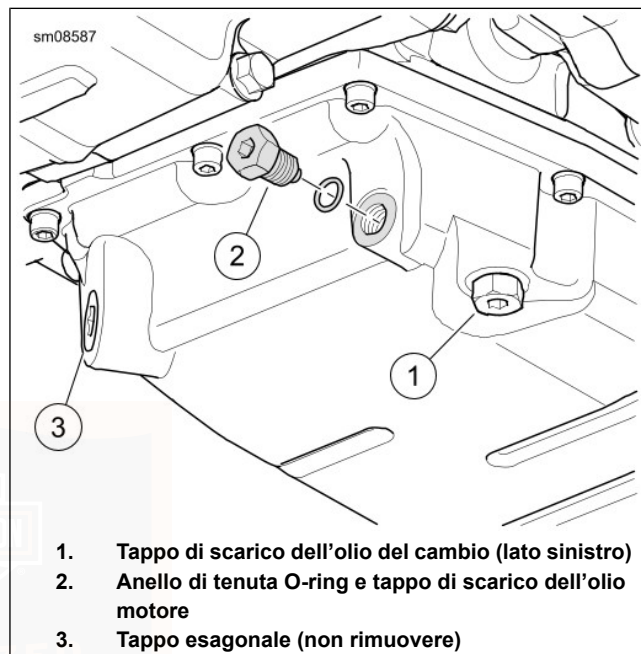

Figura 48. Coppa dell'olio
3. Vedere Figura 48. Rimuovere il tappo di scarico dell'olio (2) e l'anello di tenuta O-ring. Fare defluire completamente l'olio.